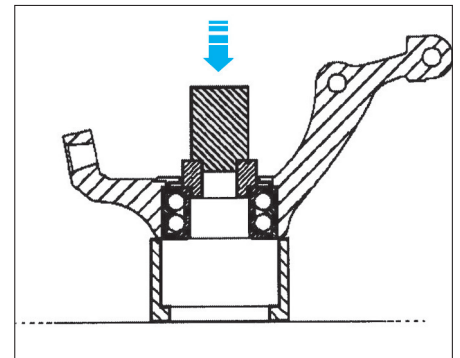

FIG. 13
- **À l'aide d'une presse,** extraire la bague intérieure du roulement avec un mandrin de $\varnothing 57\text{mm}$ (fig. 13).